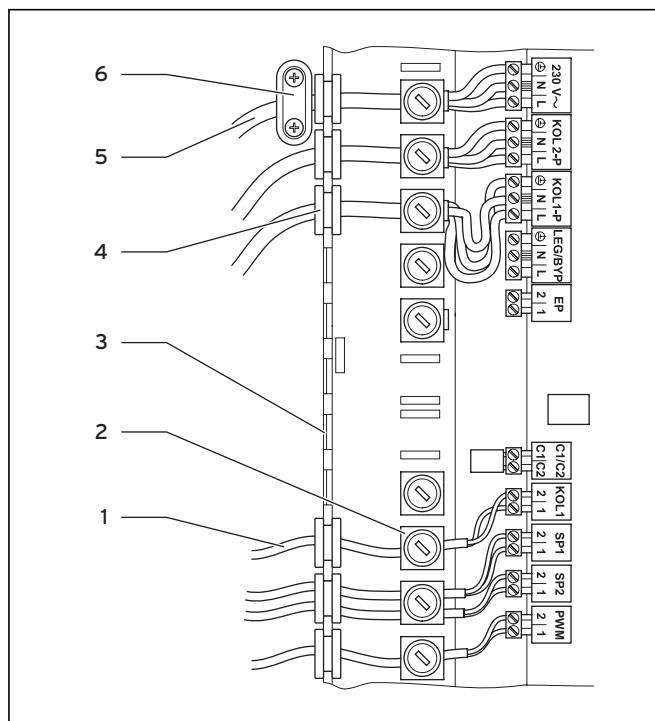

Fig. 5.7 Câblage de la conduite de sonde
- Procédez au câblage de l'appareil de régulation en fonction du schéma hydraulique (voir fig. 5.7 jusqu'à ce que 5.9).
- Enfichez la conduite de sonde (1) au niveau des bornes KOL1 prévues à cet effet du système ProE.
- Pour introduire tous les câbles que vous avez montés vous-mêmes, brisez le nombre nécessaire de parois friables (3) du boîtier de commande